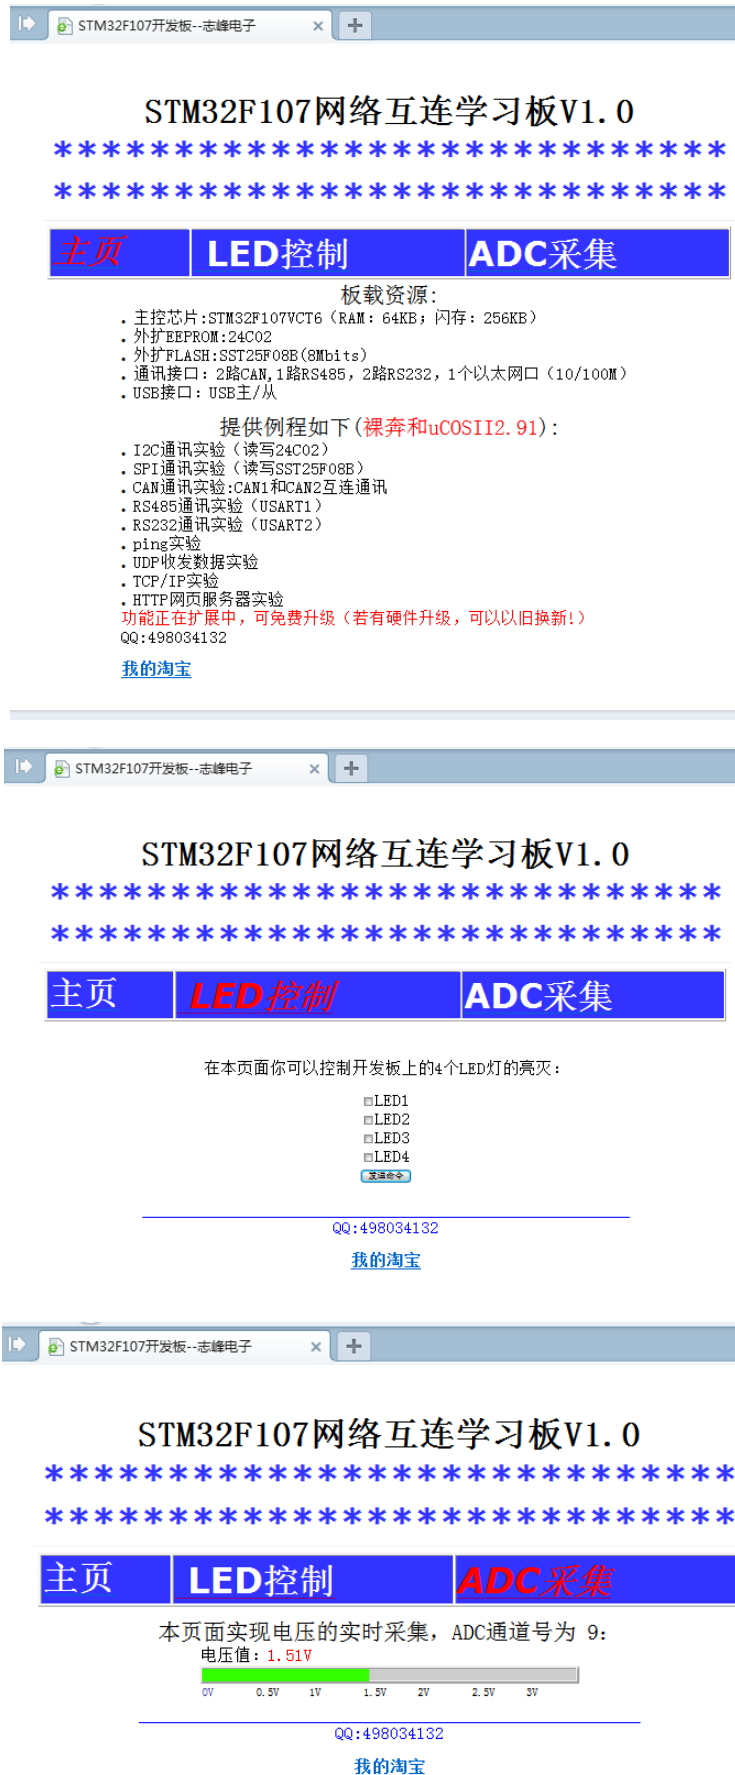

图 12 运行结果
(1) 保证电脑的 IP 在 192.168.1.x 网段内，其中 x 不能为 253（因为 253 被开发板占用）。
(2) 用 JLINK 将开发板和电脑连接，打开 HTTP 网页服务器实验工程，编译下载，运行。
(3) 打开浏览器，在地址栏输入：http://192.168.1.253/
(4) 可以看到运行结果如图 12 所示：